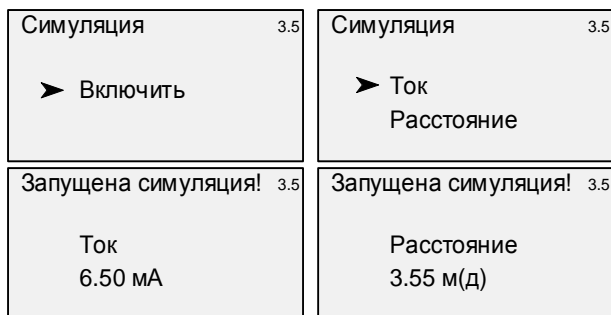

Рис. 5.17. Меню режима «Симуляция».
- активация/деактивация режима симуляции измеренного расстояния или значения токового выхода 4-20 мА (рисунок 5.17). Данный режим предназначен для отладочных целей и для калибровки токового выхода.
- Ложное эхо. Профиль ложного эхо-сигнала позволяет гибко отфильтровать ложный пик, вызванной постоянной помехой, в спектре сигнала (см. рисунок 5.17). Доступны опции удаления всех ложных пиков («Удалить»), обновления последнего ложного пика («Обновить»), добавление нового ложного пика («Создать новый») путем указания расстояния в метрах до него. При создании нового профиля ложного эхо фильтрующая кривая после пика ложного эхо обращается в 0, в отличие от обновления профиля ложного эхо, когда фильтрующая кривая после ложного пика остается прежней. Также доступна опция создания фильтрующего окна произвольной формы (см. рисунок 5.18), требующая задания начальной и конечной точек расстояния и соответствующие им амплитуды в условных единицах. Фильтрующая кривая представляет собой линейную интерполяцию между введенными точками и нулем в остальной области.